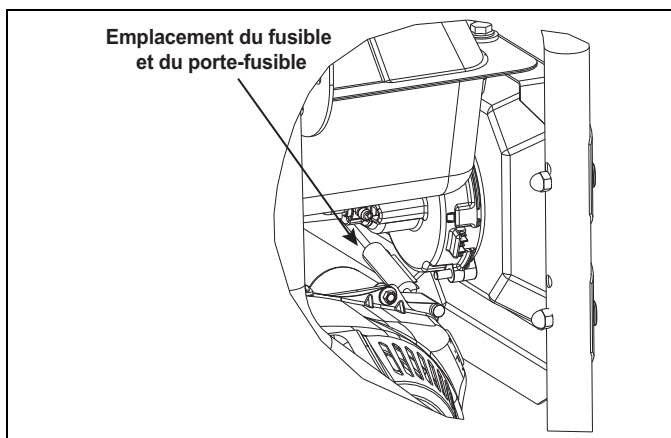

Figure 4-8. Emplacement du fusible de batterie
1. Le fusible du chargeur de batterie est situé derrière le tableau de commande, comme illustré à la figure 4-8.